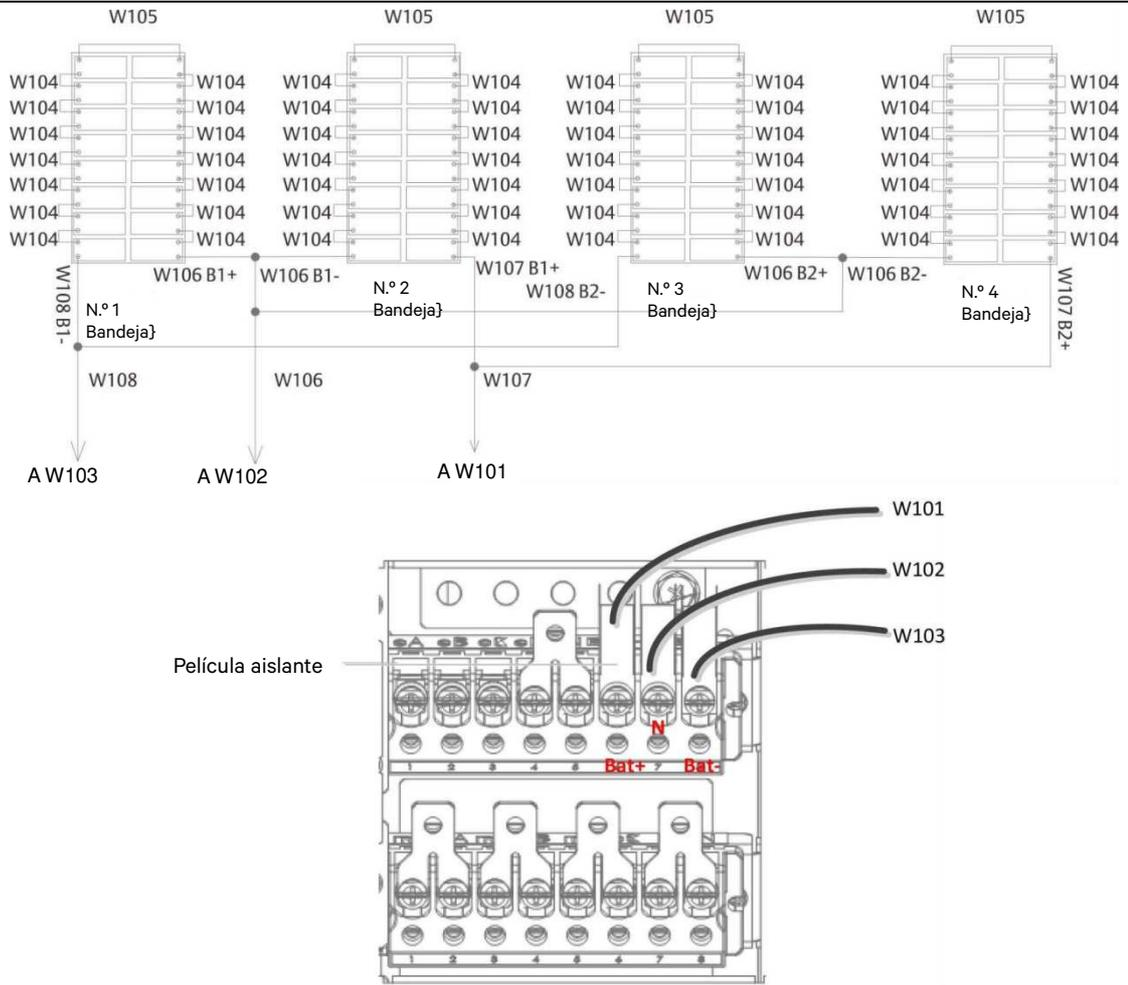
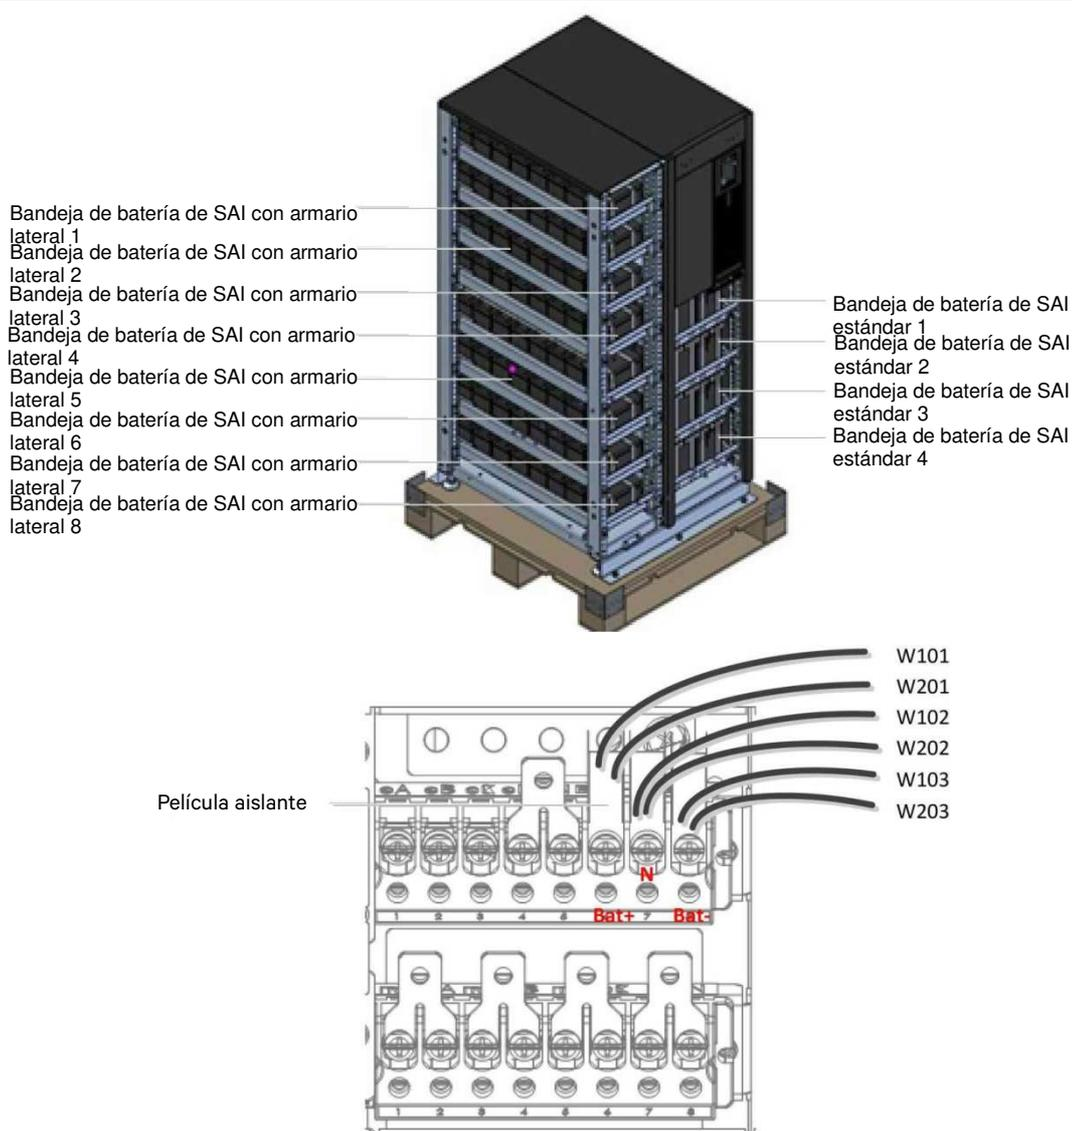

Figura 8-2 Instalación de baterías internas del SAI estándar
Figura 8-4 Instalación de bandejas de batería y conexiones de cable
- b) Retire las cuatro bandejas de accesorios de batería y coloque las baterías sobre ellas tal y como se muestra en la Figura 8-2, a continuación conecte el cable W104 y el cable W105.
c) Inserte cuatro bandejas de batería en el compartimento de batería (de abajo arriba, véase la Figura 8-4). Conecte los cables W106, W107 y W108 como se muestra en la Figura 8-2, y después utilice los tornillos (accesorios) para sujetar las bandejas de batería.
b) Retire las cuatro bandejas de batería en el caso del SAI estándar (accesorios) e instale las baterías en sus respectivas bandejas. Conecte el cable W104 y el cable W105, inserte las cuatro bandejas de batería en el compartimento de batería (de abajo arriba, véase la Figura 8-4). Conecte los cables W106, W107 y W108 como se muestra en la Figura 8-2, y después utilice los tornillos (accesorios) para sujetar las bandejas de batería.
b) Retire las ocho bandejas de batería en el caso del SAI con armario lateral (accesorios) e instale las baterías en sus respectivas bandejas. Conecte el cable W204, inserte las ocho bandejas de batería en el compartimento de batería (de abajo arriba, véase la Figura 8-4). Conecte los cables W205, W206, W207 y W208, y después utilice los tornillos (accesorios) para sujetar las bandejas de batería.